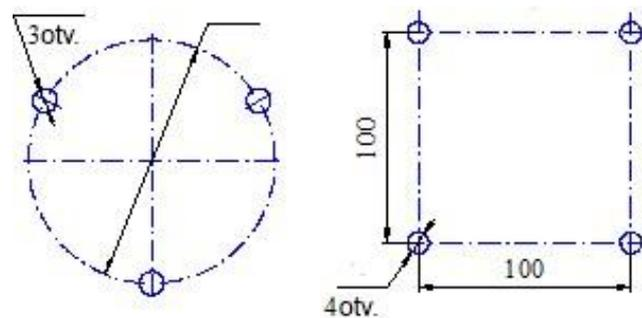

Bild 3
6.2 Die Aufhängung 8 kann unter der Decke (Bild 1) oder die Aufhängung 9 (Bild 2) kann an der Wand angebracht werden. Bitte markieren Sie die Stellen für die Befestigung der Aufhängung wie auf dem (Bild 3) und an der Wand gem. (Bildern 4) dargestellt.